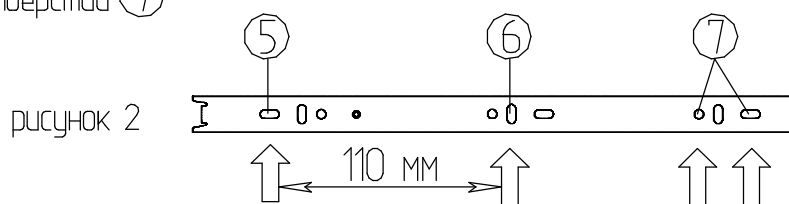

рисунок 2
Крепление направляющей к боковой стенке ящика (рисунок 2):
2. Прикрепить направляющую к боковым стенкам ящика с помощью шурупов 3,5x13 через отверстия (5) и (6)* (рисунок 2)